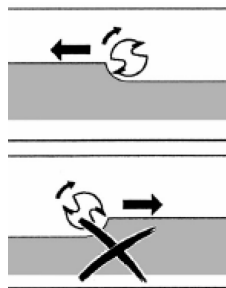

рис.8
- фрезерование всегда должно производиться против направления вращения рабочей фрезы (см. рис.8).